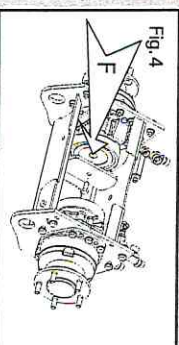

Fig. 4
- Coloque el extractor en el motor rueda (Fig. 4 (F)) y atornille el tornillo hexagonal que antes extraja.